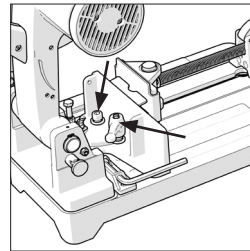

Fig. 8
- Afloje el tornillo de cabeza hueca M10 y el tornillo de bloqueo del mango palanca. **(Fig. 8)**